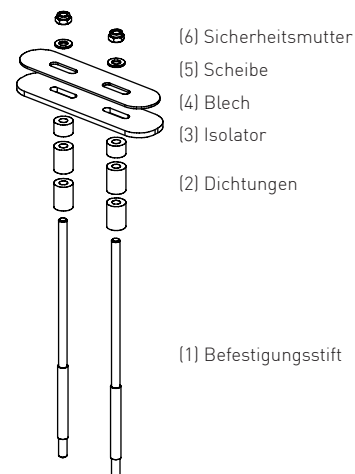

Abb. 21: Montage Befestigungsstifte
Schließlich die Befestigungsstifte laut Abb. 21 verschrauben und im Bootsinnenraum nach Bedarf kürzen. Auf die entsprechende Anzahl an Dichtungen (2) achten (Rumpfdicke + 25 %), da diese beim verschrauben gestaucht werden.